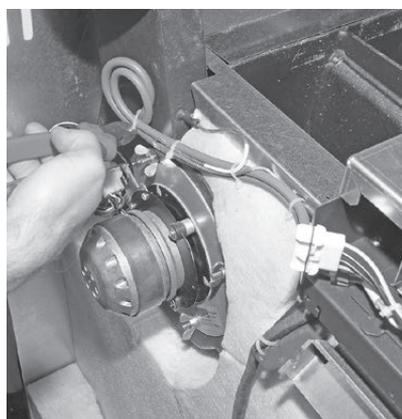

Fig. 39 Tagliare la fascetta per cavi
- ▶ Tagliare la fascetta per cavi sul cavo del ventilatore – Fig. 39.